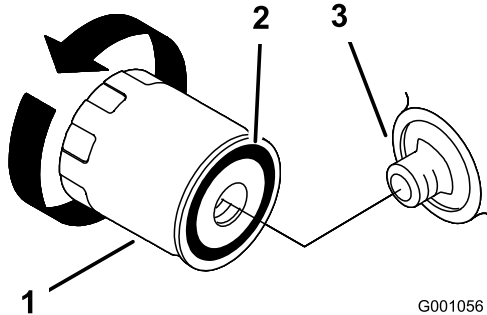

Figura 34
4. Instalai filtrul de ulei nou pe adaptorul filtrului, rotii filtrul de ulei în sensul acelor de ceasornic până când garnitura din cauciuc intră în contact cu adaptorul filtrului, apoi strângeți filtrul cu încă două treimi ( $\frac{2}{3}$ ) de tură până la 1 tură (Figura 34).